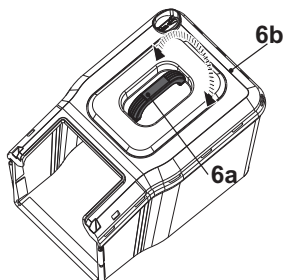

Fig. 6
2. La poignée de transport (6a) est déjà préassemblée sur le capot supérieur (6b) et vous pouvez la faire pivoter selon l'utilisation prévue (Fig. 6).
3. Le bac de ramassage (6) est prêt à être utilisé.